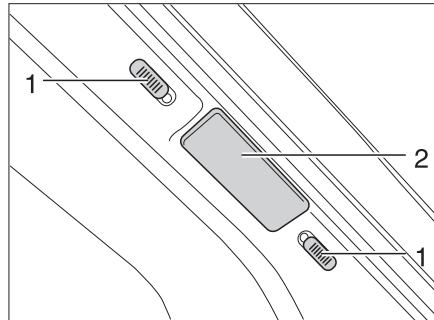
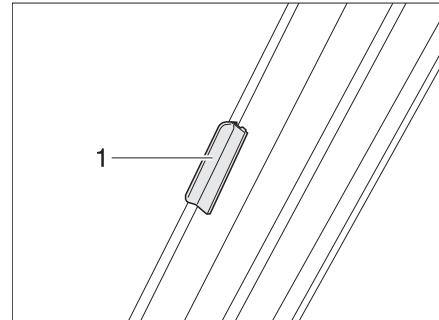

Bild 31 Verriegelung Faltverdunklung Frontscheibe
Bild 32 Verriegelung Faltverdunklung Frontscheibe (I-Modell)
- Die beiden Hälften der Faltverdunklung für die Frontscheibe am Griff (Bild 31,2 und Bild 32,1) bis zum Anschlag nach außen schieben.
- Die Verriegelungsknöpfe (Bild 31,1) nach unten bzw. nach oben schieben. Wenn der rote Punkt sichtbar ist, ist die Verriegelung offen.